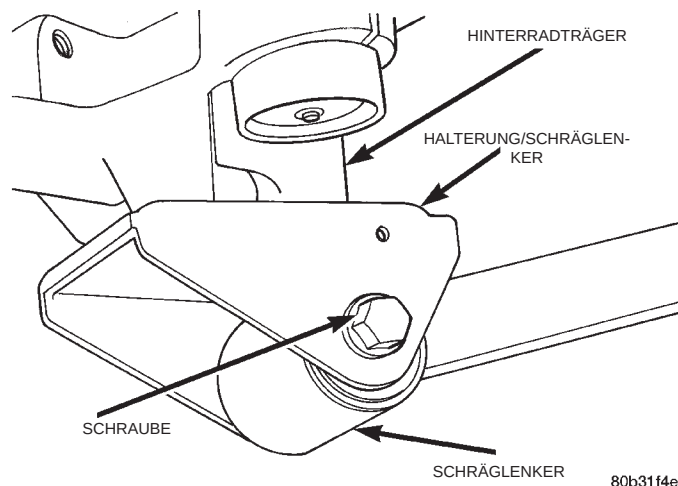

Abb. 16 Befestigungsschraube/Schräglenker an Hinterradträger
(8) Die Schraube ausbauen, mit der der Schräglenker am Hinterradträger befestigt ist (Abb. 16).
(3) Schräglenker an der Halterung am Hinterradträger montieren (Abb. 16). Befestigungsschraube noch nicht festziehen.